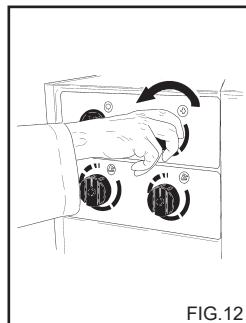

FIG.12
Dette kapitel behandler kun de modeller som er udstyret med "trykregulerende" anordning. Trykregulatoren, fig. 12, giver brugeren mulighed for at indstille arbejdstrykket. Når knap C drejes mod uret (B) (minimum), nedsættes driftstryk.